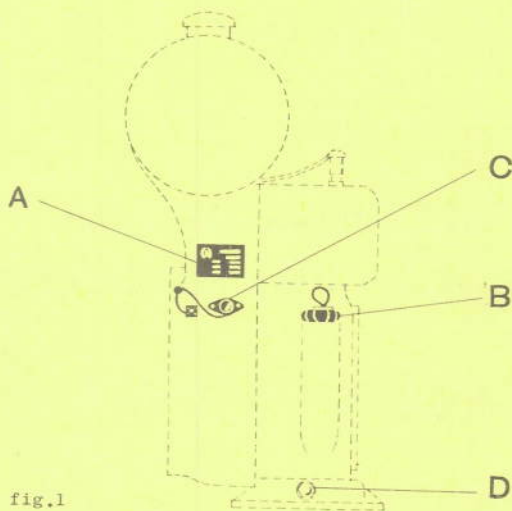

fig.1
- Le type et le numéro du moteur frappés sur la plaquette A (fig.1).
- Die auf dem Firmenschild A (fig.1) eingeschlagene Nummer und Typenbezeichnung des Motors.